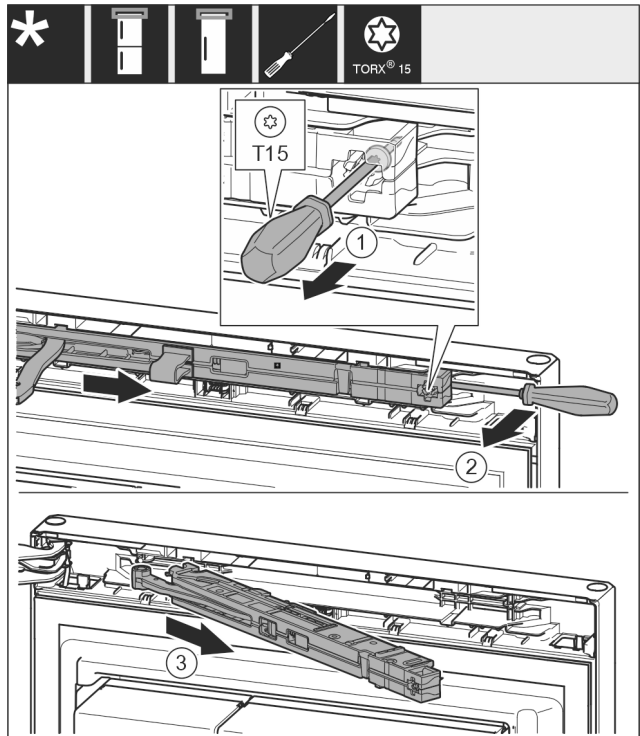

Fig. 8
- Desfaceți aprox. 14 mm șurubul de la unitatea amortizorului de închidere cu șurubelnița T15. Fig. 8 (1)
- Introduceți o șurubelniță pe partea mânerului în spatele unității amortizorului de închidere și rotiți unitatea spre înainte. Fig. 8 (2)
- Extrageți unitatea amortizorului de închidere. Fig. 8 (3)